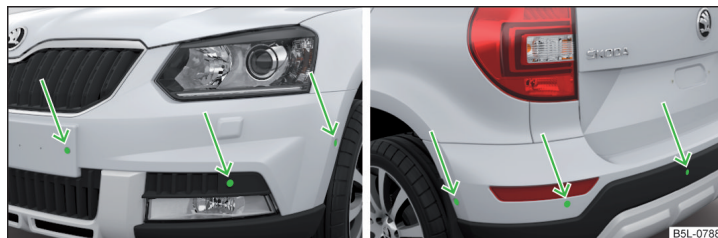

Fig. 133 Lugar de instalación de los sensores del lado izquierdo del vehículo: delantero / trasero
- Mantener los sensores del sistema » **fig. 133 de la pág. 118** limpios, libres de nieve y hielo, y no cubrirlos con ningunos objetos, de lo contrario puede estar limitado la función del sistema.
El sistema calcula la distancia entre el parachoques y un obstáculo mediante ondas ultrasónicas. Los sensores ultrasónicos se encuentran según el equipamiento del vehículo en el parachoques trasero y/o también en el delantero » **fig. 133**.